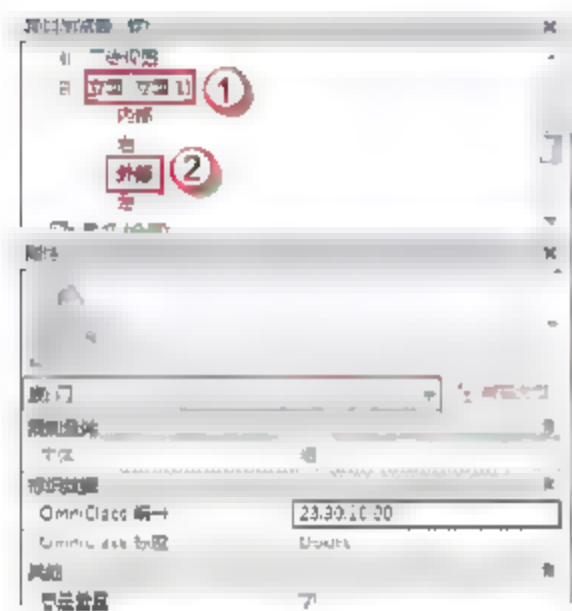

图 6.2.7 FM1534 乙的外部立面视图
(6) 选择“项目浏览器”中的“立面(立面1)”→“外部”选项,可以进入 FM1534 乙的外部立面视图,如图 6.2.7 所示。